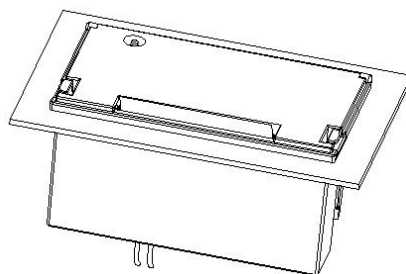

图 2-6
(6) 内壳完全推入，与外壳卡紧后，装纸完成。如图 2-6 所示：